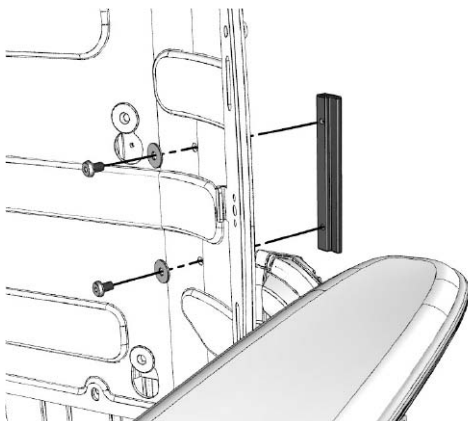

Bild 2. Montera bålstödets styrskena.
3. Montera bålstödets styrskena på ryggstödet baksida med hjälp av de två medföljande skruvarna och brickorna, se bild 2.